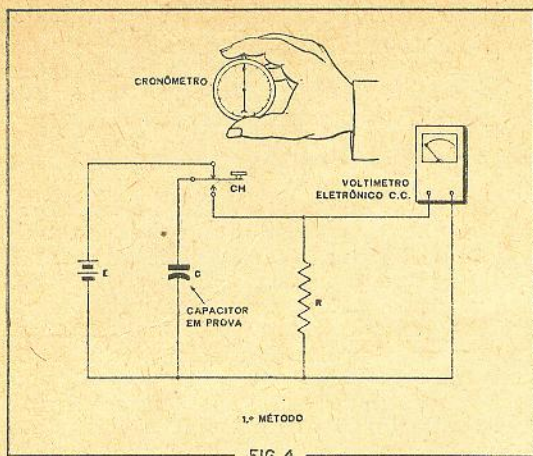

FIG. 4
VEMOS nas Figs. 4 a 7 diversos métodos de medida. Em cada um deles, o capacitor C em prova carrega-se a partir de uma fonte de tensão constante (E), e então é descarregado através de um resistor não indutivo (R). O valor da resistência dependerá da capacitância C. Ele não deve ser demasiadamente alto, mas o suficiente para proporcionar uma constante de tempo t cuja leitura possa ser feita com precisão. Deve também ser suficientemente alto para que o tempo que a corrente leva para atingir o seu valor máximo seja pequeno, em comparação com o tempo total. Em cada um dos processos, t é medido entre o instante de tensão máxima (E_m) sobre R e o instante em que a tensão atinge 37% de E_m (ver Fig. 3B). A capacitância desconhecida pode então ser calculada com o auxílio das equações 5, 6 ou 7.
Vemos na Fig. 4 o circuito. O interruptor CH, tipo "botão", fica normalmente fechado para o contato superior, o que liga o capacitor à fonte C.C., de forma que C fica carregado com a tensão E. Quando o interruptor é comprimido, o operador liga o cronômetro e, ao mesmo tempo, o capacitor começa a se descarregar através do resistor R. A queda de tensão resultante, sobre este resistor, faz deslocar a agulha do voltímetro eletrônico. Este deve ter uma resistência de entrada muito alta (pelo menos 1 000 vezes maior do que a resistência R) para evitar erro.